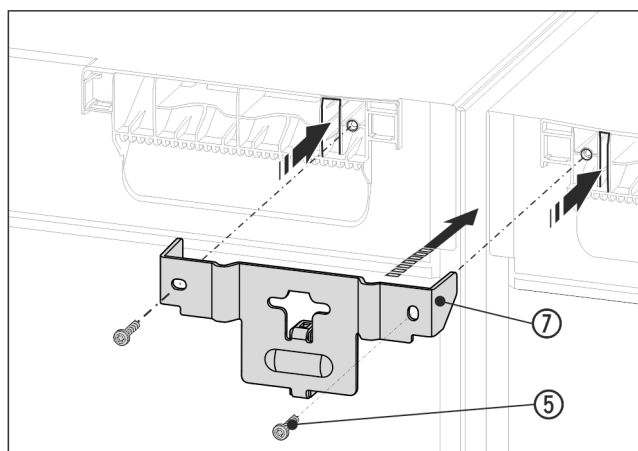

Fig. 15 Zobrazení příkladu
- ▶ Úhelník Fig. 15 (7) zasuňte rozpěrným kusem mezi přístroje a lištami do víka přístrojů. Pomocí 2 šroubů Fig. 15 (5) pevně přišroubujte.